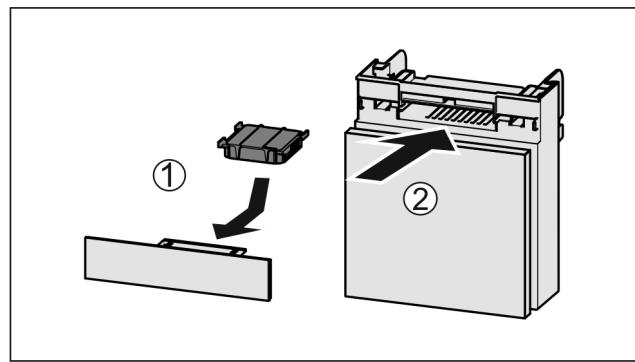

Fig. 124
- Vložte aktívny uhlíkový filter podľa obrázka Fig. 124 (1).
► Zasuňte zásuvku Fig. 124 (2).